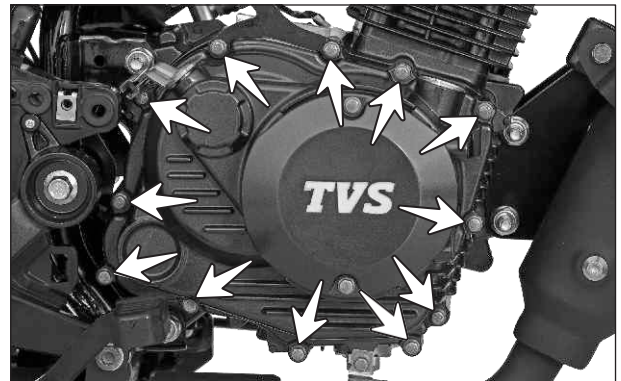

Fig. 2.7
- Retire los 12 tornillos hexagonales (M6x35) de la cubierta del clutch. (Fig. 2.7)